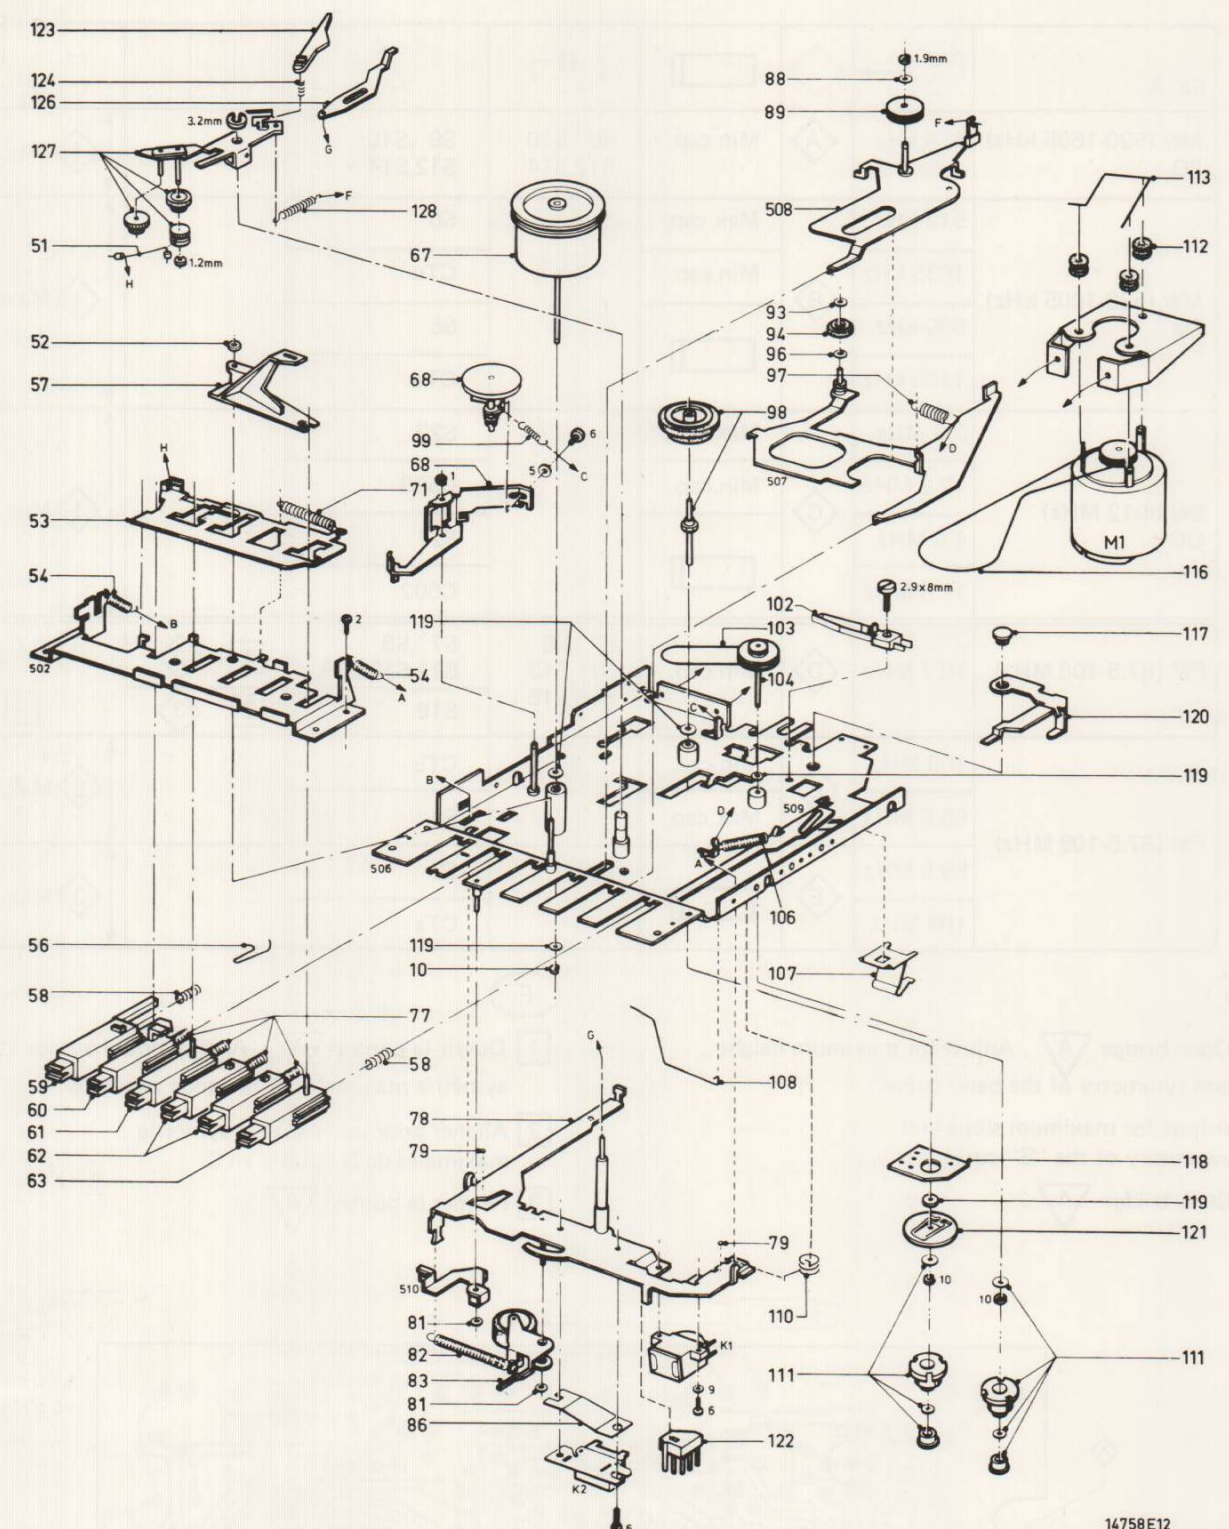

Fig. 8
- The axial play of the flywheel can be adjusted to minimum with nut (Fig. 8).
Replacing the collector 118 (Fig. 8)
Lubricating instructions (Fig. 8)
- Le jeu axial du volant pourra être réglé au minimum par l'écrou 4 (Fig. 8).
Remplacement du collecteur 118 (Fig. 8)
Instructions pour la lubrification (Fig. 8)